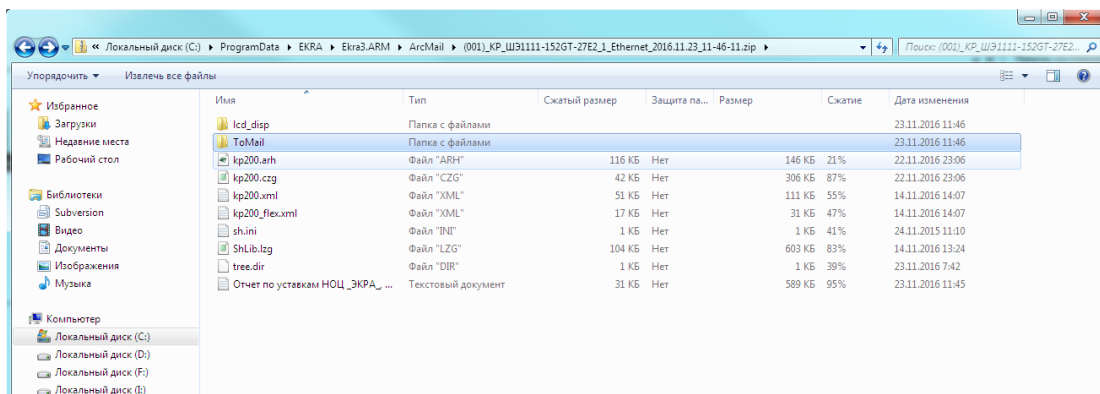

Рисунок 4.10
4.1.4.4 Открыть папку **ToMail** (см. рисунок 4.10).